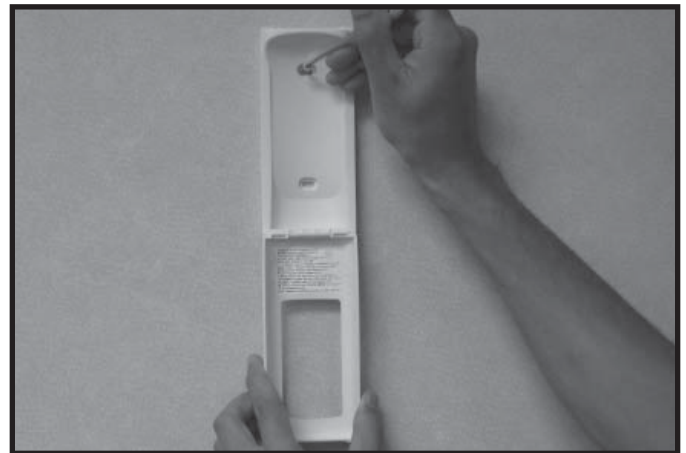

Figura 12.6 Instalación del portamandos
3. Asegure el portamandos a una pared con una superficie plana. Utilice las anclas y los tornillos suministrados. Consulte la Figura 12.6.